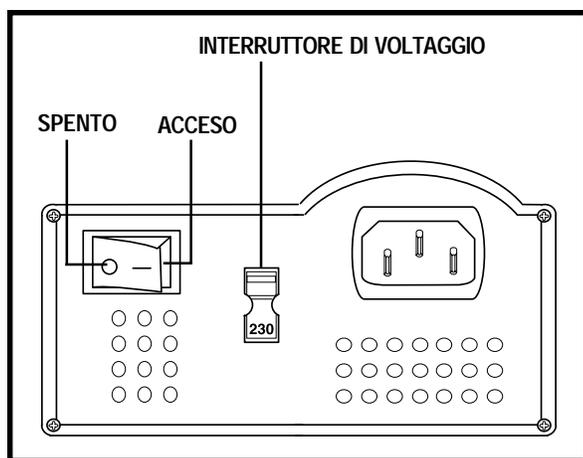

Figura 12. Caricatore acceso/spento e commutatori di voltaggio
Il caricatore esterno fornito con lo scooter è dotato di un interruttore di voltaggio 115/230. Accertarsi che questo interruttore sia nella posizione idonea per la località di utilizzo. Se non si è certi del voltaggio usato nel proprio Paese, contattare l'ente di fornitura dell'energia elettrica prima di inserire la spina del cavo di alimentazione del caricatore nelle presa elettrica. Se l'impostazione è errata, il caricatore non funziona adeguatamente. Portare l'interruttore di voltaggio sulla posizione idonea. Vedere figura 12.
7. Accendere il caricatore. Vedere la figura 12. Si raccomanda una durata della ricarica delle batterie da 8 a 14 ore.